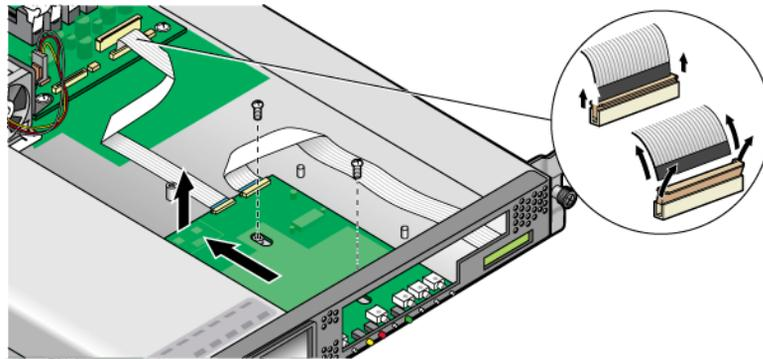

FIGURE 3-17 Déconnexion et retrait de la carte du panneau de l'opérateur
4. Détachez le câble-ruban qui connecte la carte du panneau de l'opérateur à la carte mère (voir FIGURE 3-17).
5. Retirez les deux vis et les rondelles qui fixent la carte du panneau de l'opérateur au châssis (voir FIGURE 3-17).